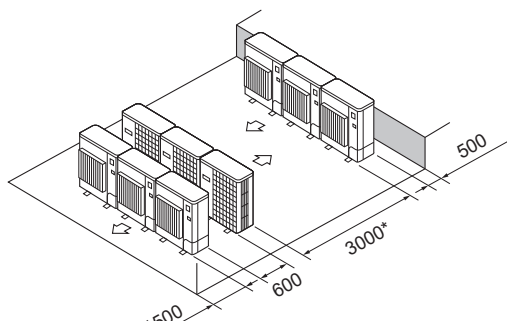

Fig. 2-18
- (6) Flere parallelle enheder arrangement (Fig. 2-18)